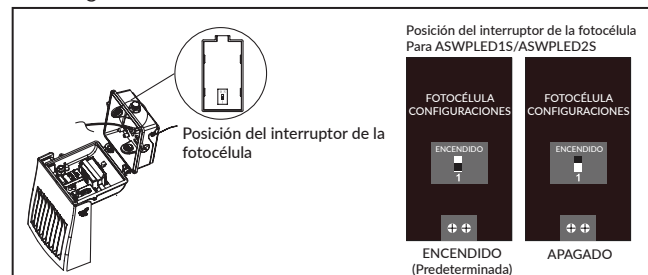

Figura 5
- Interruptor ON/OFF de la fotocélula seleccionable mediante el interruptor deslizante según lo que desee. (Figura 5)